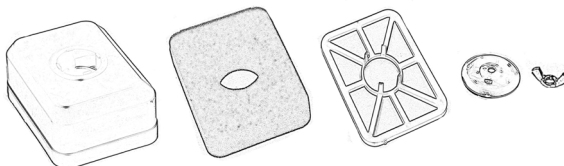

Abbildung 22
- Wringen Sie den Filter vorsichtig aus und lassen Sie den Filter trocknen. Abb. 22.